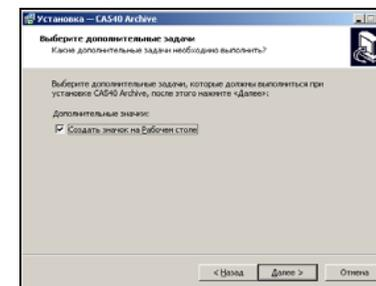

Рисунок 8.15
4) На экране появится окно (рисунок 8.15). Сделать установку, как показано на рисунке, либо отказаться от создания значка на Рабочем столе, затем щелкнуть по кнопке **Далее**.